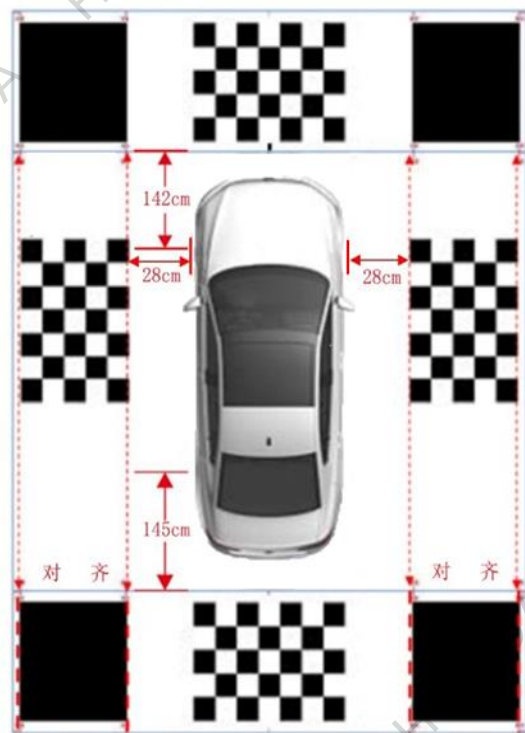

图 1 标定尺寸示意图
- (1) 标定场地大小宽约 5.6 米，长约 9.0 米，详细尺寸见图 1 说明（图示尺寸标注单位：cm）。
- (1) 如图 1 所示，将车辆停正，确保车辆周围区域范围满足第 1 条说明的要求；
- (2) 以垂直于车辆中轴线方向，在车辆前、后侧铺设标定布；
- (3) 利用尺子按照图 1 的规格尺寸对标定布的位置进行调整，直到标定布与车辆之间的位置关系符合图示要求。尺寸明细：